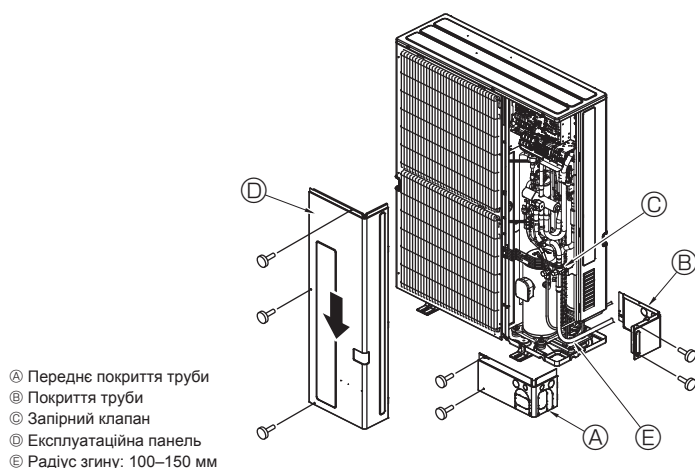

Fig. 4-10
4.3. Труба холодоагенту (Fig. 4-10)